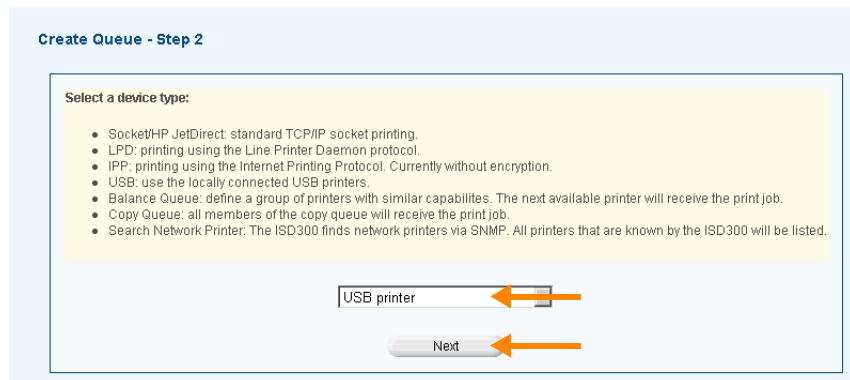

Bild 17 USB als Anschlussyp des ISD300 wählen und mit NEXT bestätigen
19. Wählen Sie den Anschlussyp USB, und bestätigen Sie wieder mit NEXT (Bild 17).